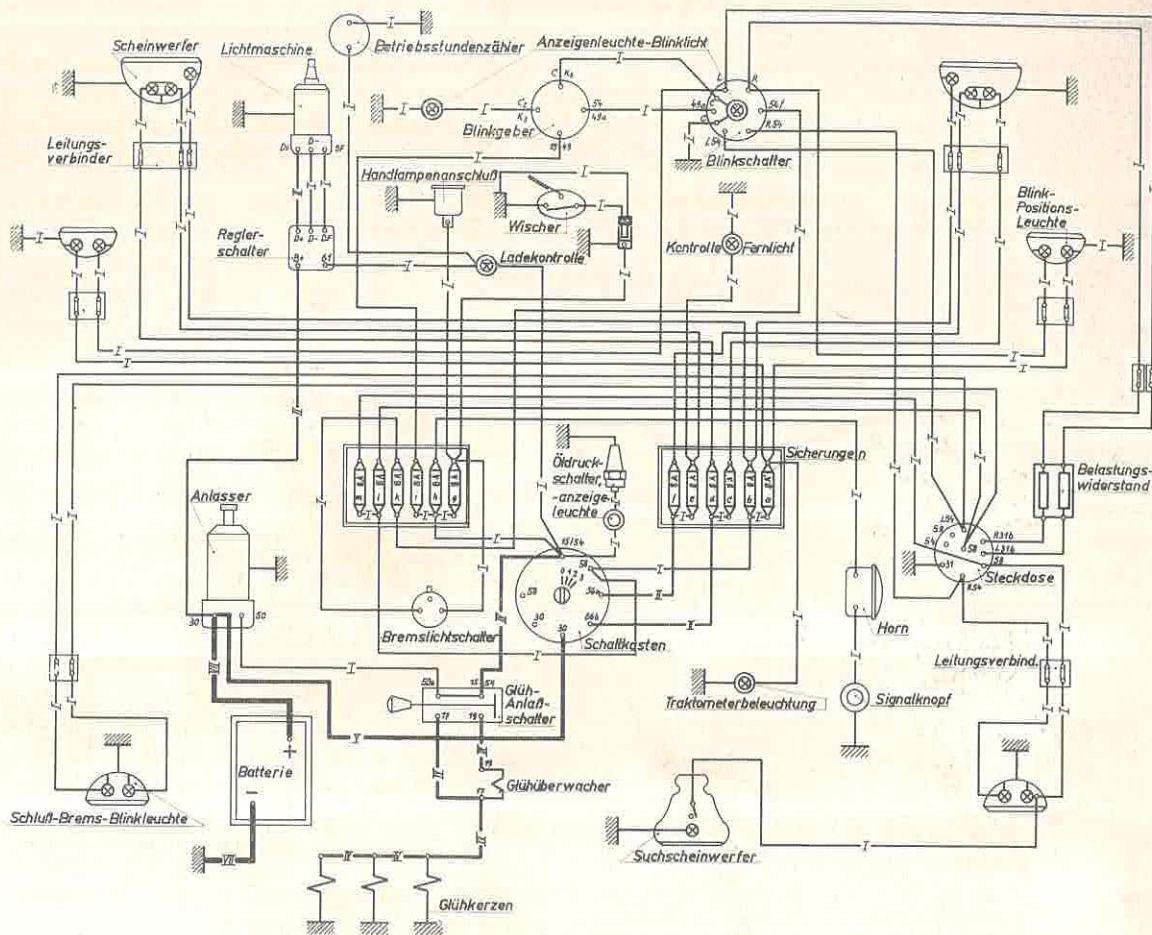

Abb. 22
6.43 Blinklichtanlage siehe Schaltplan Abb. 22